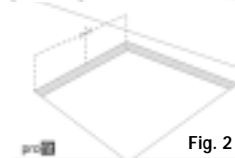

Fig. 2
- Mät ut centrum från sidorna i cut-out som i Fig. 2.
- Placera mitten på byglarna (C) i mitten på den avsedda sidan.
- Fixera med hjälp av de 4 skruvarna (B) som medföljer - skruva in dem i de förborrade hålen.